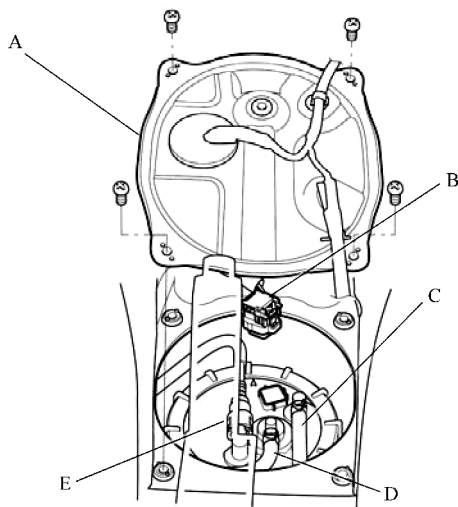

图 18-14 拆下通道板
- 4) 将通道板 A 从地板上拆下，如图 18-14 所示。